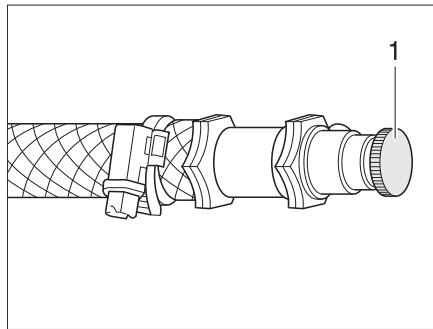

Fig. 163 Valvola di sfiato del riscaldamento ad acqua calda
- Aprire la valvola di sfiato (Fig. 163,1) e lasciare uscire tutta l'aria presente nel circuito.